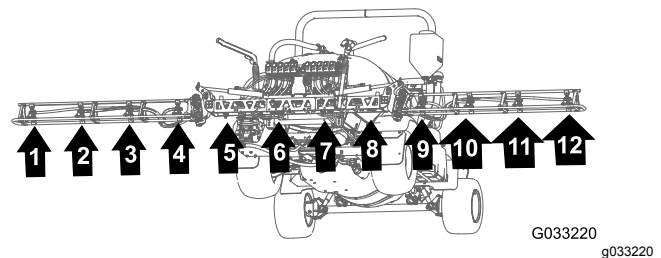

Bild 141
1. Verlegen Sie die Schläuche für die Sprühdüsen 1, 2, 3 und 4 durch die R-Klemme am linken äußeren Ende des mittleren Auslegerabschnitts (Bild 141 und Bild 142).
2. Verlegen Sie die Schläuche für die Sprühdüsen 7, 8, 9 und 10 durch die R-Klemme am rechten äußeren Ende des mittleren Auslegerabschnitts (Bild 141 und Bild 142).
des Auslegerabschnitts zu den Sprühdüsen 1 und 10, wie in Bild 141 und Bild 142 abgebildet.
4. Verlegen Sie die Zulaufschläuche (234 cm) und die gezahnten Schlauchschäfte (3/4") entlang des Auslegerabschnitts zu den Sprühdüsen 2 und 9, wie in Bild 141 und Bild 142 abgebildet.
5. Verlegen Sie die Zulaufschläuche (188 cm) und die gezahnten Schlauchschäfte (3/4") entlang des Auslegerabschnitts zu den Sprühdüsen 3 und 8, wie in Bild 141 und Bild 142 abgebildet.
6. Verlegen Sie die Zulaufschläuche (188 cm) und die gezahnten Schlauchschäfte (3/4") entlang des Auslegerabschnitts zu den Sprühdüsen 4 und 7, wie in Bild 141 und Bild 142 abgebildet.